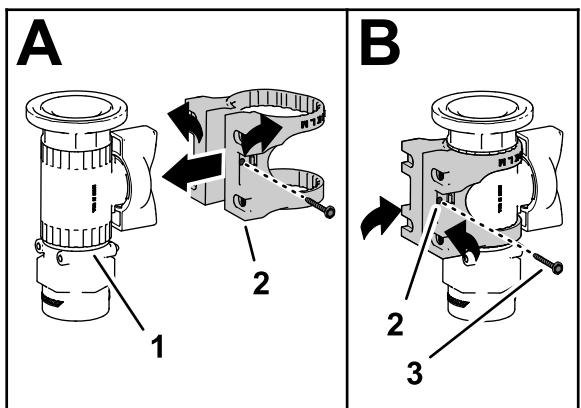

**Figure 17**
2. Montez la plaque de fixation de vanne sur le cadre de montage de vanne à l'aide de 2 boulons à embase ( $\frac{1}{4}$ " x 0,625"), comme indiqué à la Figure 17.